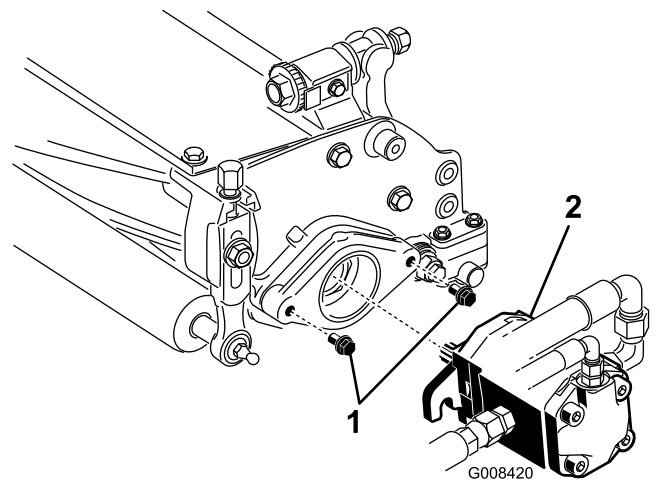

図 18
10. リールモータを固定するための取り付けねじを各カッティングユニットに取り付けする。各取り付けねじについて、ねじ山が 13 mm 程度突き出るようにする (図 18)。
12. リールモータのシャフトのスプライン部にグリスを塗布する。モータを取り付け穴に正対させ、時計方向にひねってスタッドを一回かわし、次に左回りにひねって、キャップスクリュにフランジをしっかりと掛ける (図 18)。
13. 取り付けボルトを締め付ける。 (図 18)。